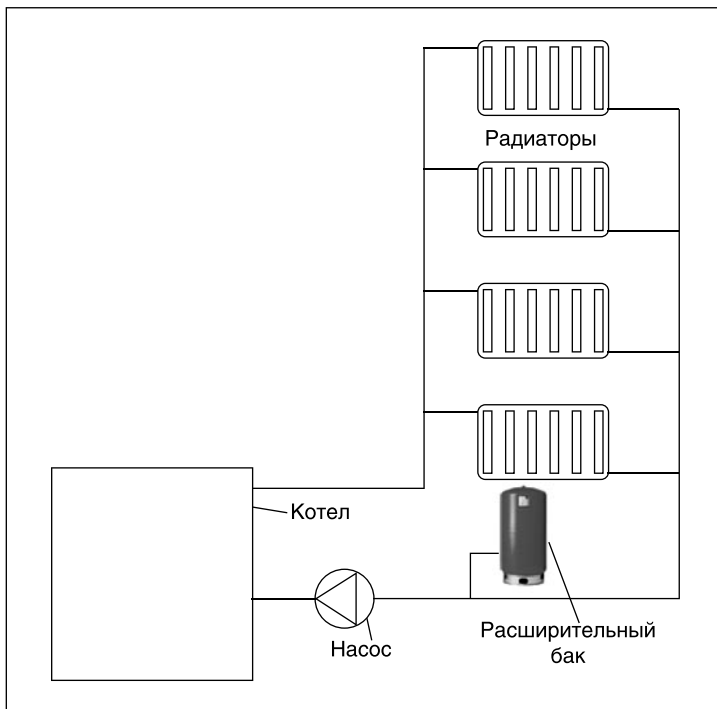

Рис. 1. Система отопления
■ В системах отопления вода циркулирует по контуру между нагревателем и потребителем тепла (рис.1). Полученное в котлах или теплообменниках тепло поток теплоносителя должен по возможности без потерь доставить к радиаторам. Циркуляция в контурах осуществляется с помощью постоянно работающих насосов. При изменении температуры на улице, как правило, с помощью специальных контроллеров автоматически меняется степень нагрева воды в нагревателе.